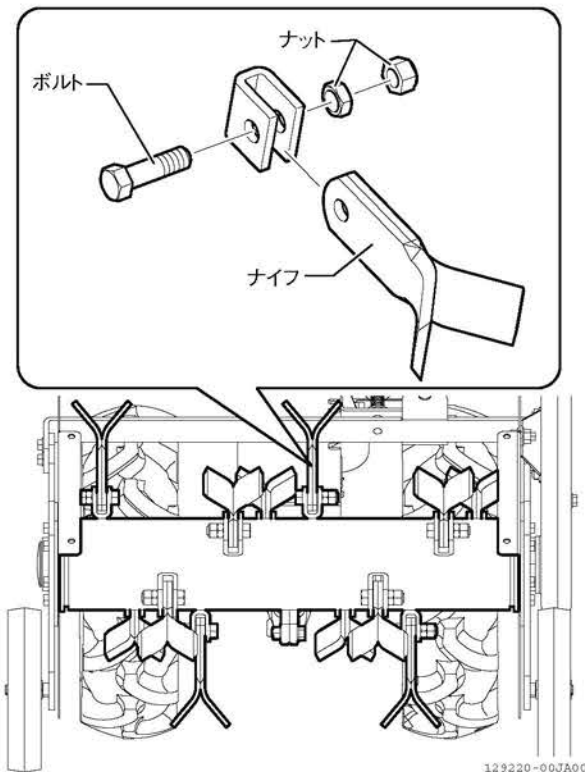

図 4-56 ナイフの交換
1. ナイフの取付ボルト・ナットを外して、ナイフを交換します。(図 4-56)